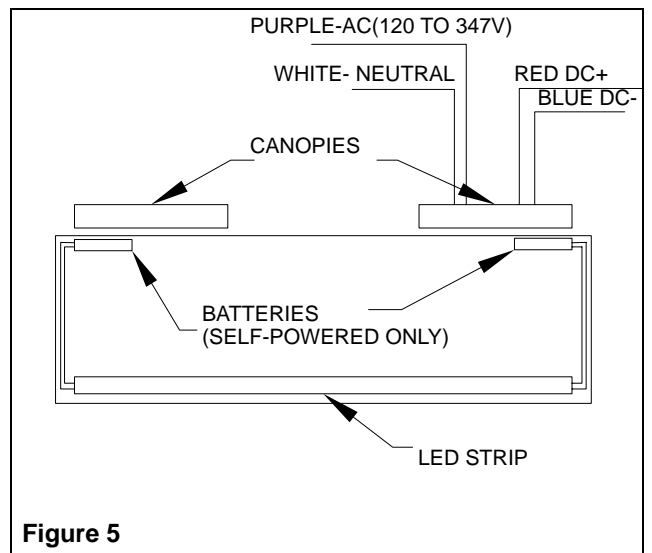

Figure 5
Refer to fig. 5 for AC & DC wiring.
6. Effectuer les connexions nécessaires, notre modèle universel standard peut recevoir un courant de 120 à 347 VCA (voir fig. 5).